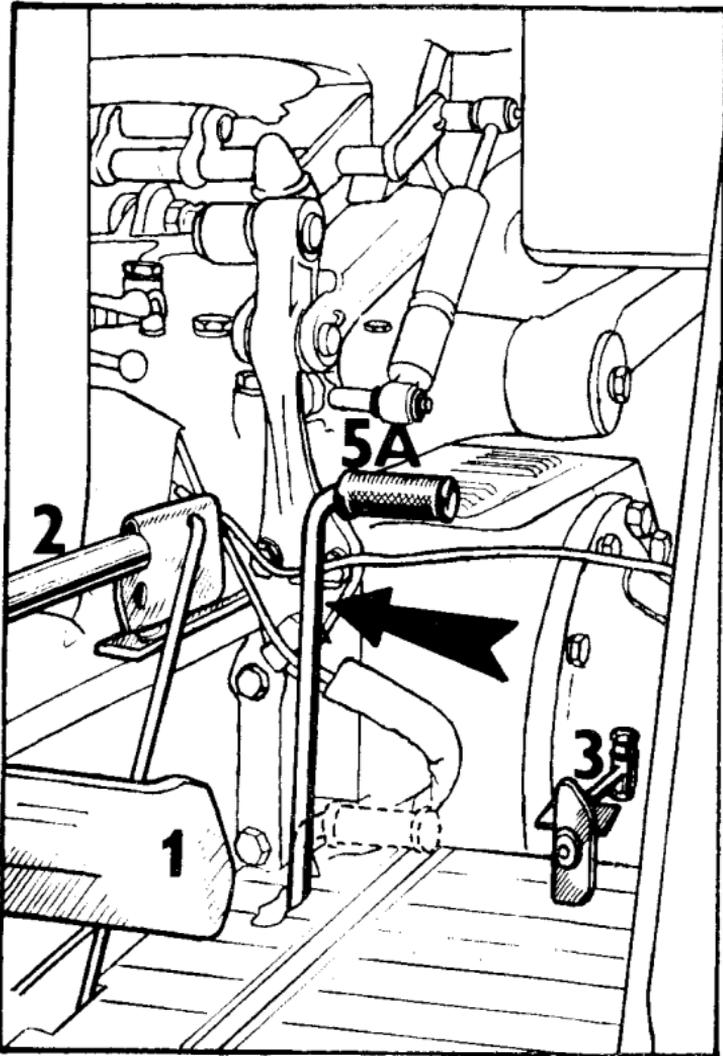

Fig. 3
1. Pédale de l'embrayage d'avancement (fig. 3/1).
2. Débrayage à main de l'embrayage de l'arbre de prise de force (fig. 3/2).
3. Pédale de commande du multiplicateur de couple (fig. 3/3) (seulement sur les tracteurs Z 6911—Z 6945 avec la cabine de sécurité)
- 5A. Levier de commande de l'essieu avant moteur (fig. 3/5A)